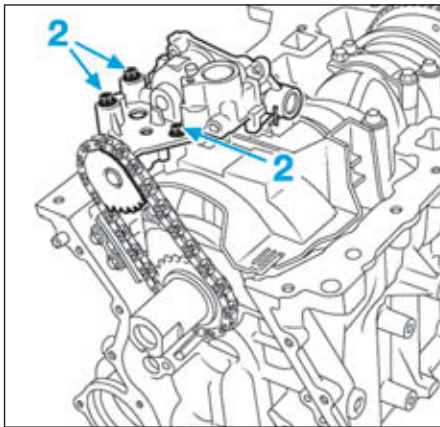

FIG.104
- Déposer les trois vis (2) (Fig.104) de la pompe à huile sur le bloc-cylindres.